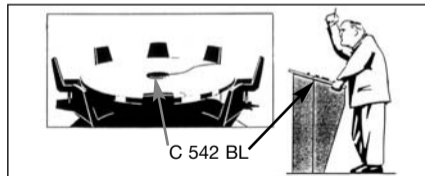

Fig. 5: Emplazamiento del micrófono en mesas.
- Véase la Fig. 5. El micrófono se puede montar también, en forma muy discreta, en mesas de conferencia o en púlpitos de iglesia.